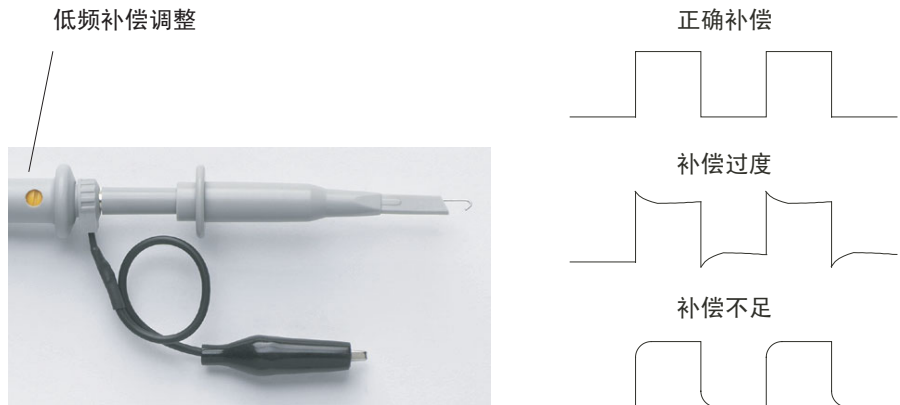

图 4 低频探头补偿
- 4 如果波形不像图 4 中显示的正确补偿的波形那样，则使用非金属工具调节探头上的低频补偿调整以获得尽可能平坦的方波。